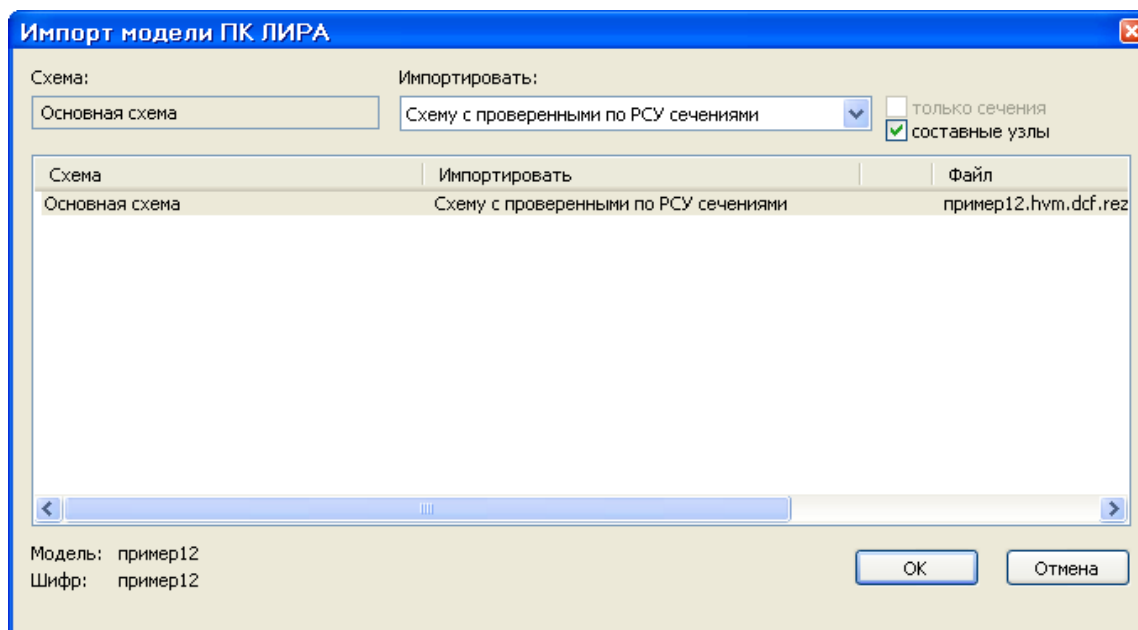

Рис.13.1. Диалоговое окно **Импорт модели ПК ЛИРА**
- В новом диалоговом окне **Импорт модели ПК ЛИРА** (рис.13.1) в раскрывающемся списке **Импортировать** выберите строку **Схему с проверенными по РСУ сечениями**.